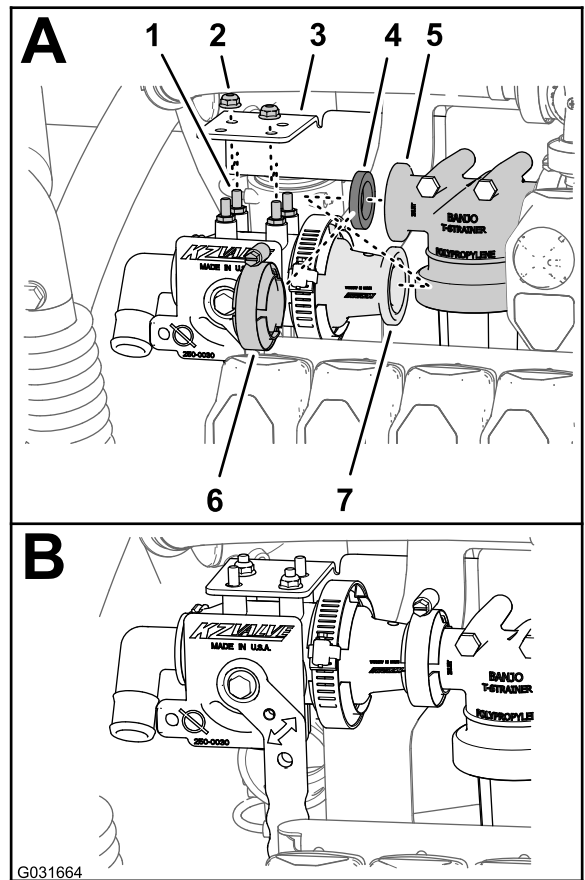

图 223
1. 将垫片与滤头的法兰对齐图 223。
2. 将液体切断阀的螺栓Toro 零件号 130-7324与切断阀安装架Toro 零件号 131-3725-03上的 4 个孔对齐并将液体切断阀的法兰适配器与滤头的法兰和垫片对齐图 223。
3. 如图 223 所示在液体切断阀的 2 个斜对齐螺栓上用 2 个凸缘锁紧螺母 1/4 英寸Toro 零件号 119-6897将液体切断阀安装到切断阀安装架上。
5. 使用在 准备安装清洁加药器的液体切断阀 (页码 82) 的步骤 3 中卸下的夹具图 223将液体切断阀的法兰适配器固定到滤头的法兰上。